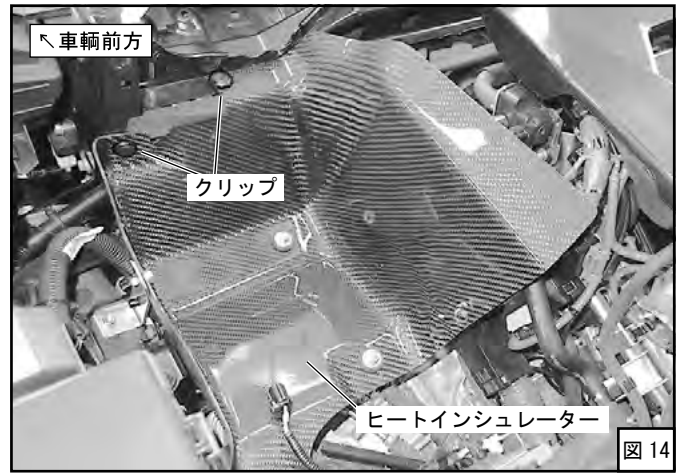

図14
- (9) キットパーツのクリップ2個でヒートインシュレーターを固定してください。(図14)